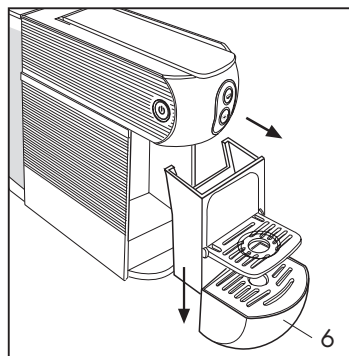

Fig. 12
Per eseguire questa operazione estrarre la vaschetta (6) **(Fig. 12)** e separarla dal contenitore porta capsule tirandola verso il basso, facendo attenzione all'eventuale presenza di liquido.